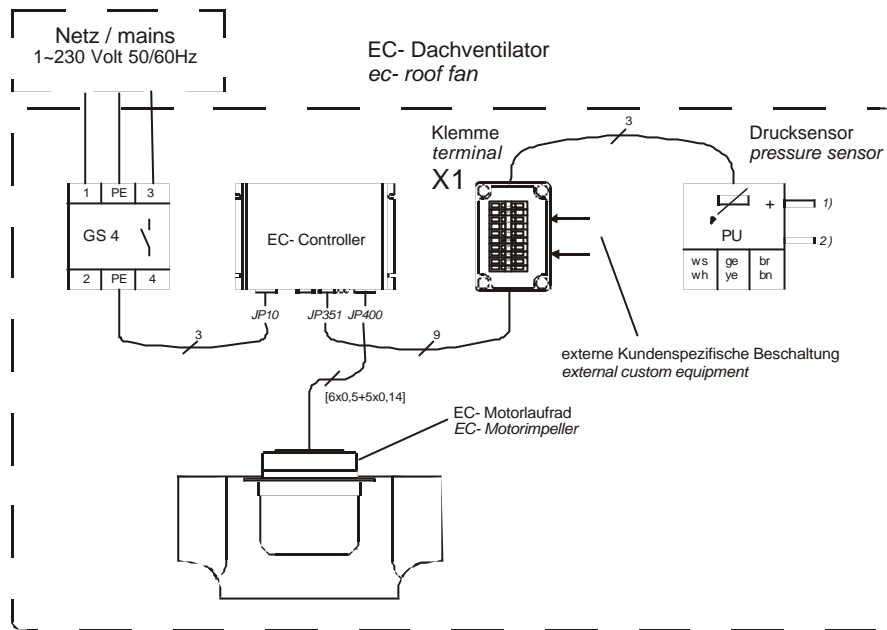

Bild 12
- Netzzuleitung (JP10), Drucksensoranschluss (JP351) sowie Motoranschluss (JP400) demontieren (Anhang **Bild 12**)
- Netzzuleitung (JP10), Drucksensoranschluss (JP351) sowie Motoranschluss (JP400) wieder herstellen (Anhang **Bild 12**).